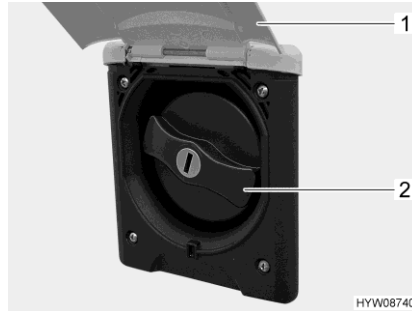

Fig. 157 Tapa de cierre (tubo de llenado de agua potable)
- Girar hacia arriba la trampilla exterior (Fig. 157,1).
- Girar la tapa de cierre azul (Fig. 157,2) un cuarto de vuelta.